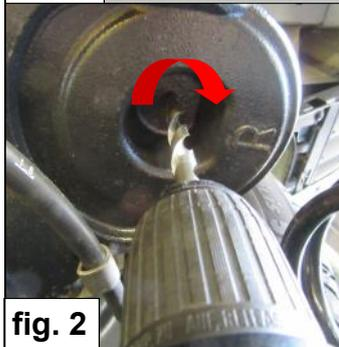

fig. 2
2. Boor een gat van  $\varnothing 11\text{mm}$  in het midden van verdiepte gedeelte van de draagarm. (Zie fig. 2). Behandel het geboorde gat met een corrosie werend materiaal.
2. Drill a hole of  $\varnothing 11\text{mm}$  at the center of the deepened part of the support arm (See fig. 2). Treat the drilled hole with a corrosion resistant material.
2. Bohren Sie ein Loch mit einem Durchmesser von  $\varnothing 11\text{mm}$  in der Mitte des vertieften Teil des Tragarmes (Siehe Abb. 2). Behandeln Sie die Bohrung mit einem korrosionsbeständigen Material.
2. Percez un trou d'un diamètre de **11mm** au centre de la partie évidée du bras de support. (Voir fig. 2).
2. Percez un trou d'un diamètre de **11mm** au centre de la partie évidée du bras de support. (Voir fig. 2). Traitez le trou percé avec un matériau résistant à la corrosion.